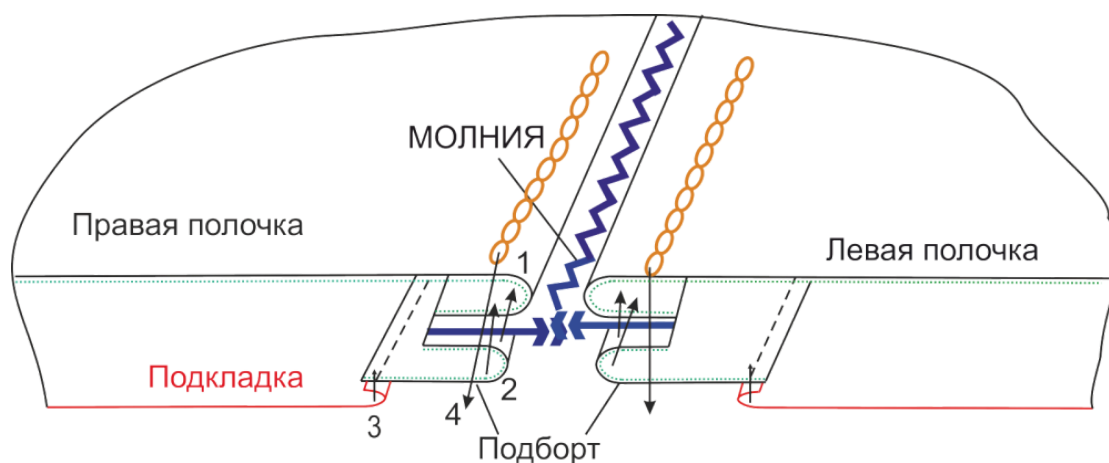

Рис. 2. Схема втачивания застежки-молнии
12. Приметайте, а затем притачайте тесьму «молния» к правой и левой частям полочки по бортовому срезу (Рис. 2).